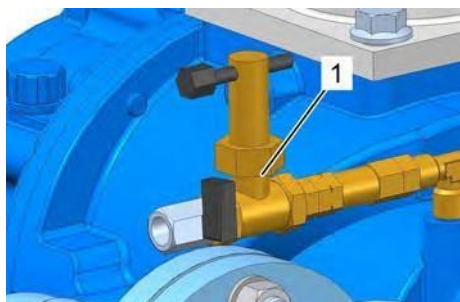

Рис. 32: Шаровой кран
4. ➔ Закройте шаровой кран (Рис. 32/1) в шлангопроводе между насосом и компрессором.
13. ➤ Откройте шаровой кран (Рис. 32/1) в шлангопроводе между насосом и компрессором.